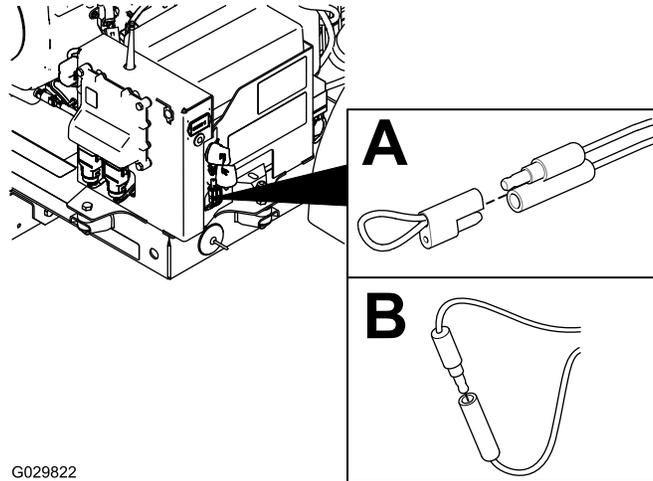

Bild 34
2. Ziehen Sie die unverlierbare Kappe der zwei Diagnostik-Shuntstecker ab (Bild 34, A).
3. Stecken Sie die Diagnostik-Shuntstecker zusammen (Bild 34, B).